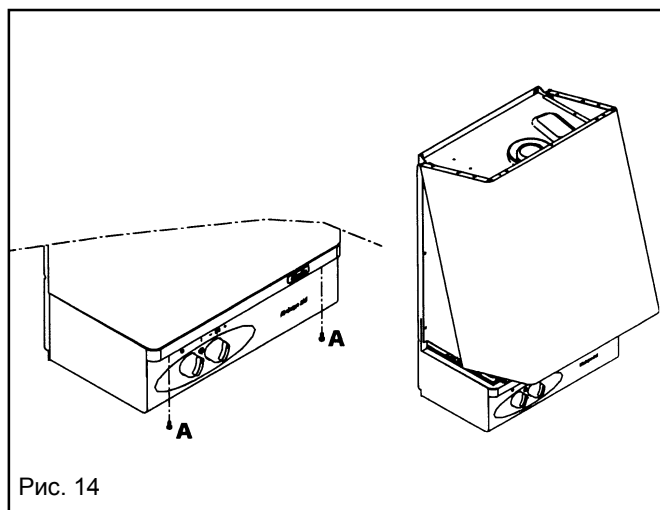

Рис. 14
- отверните 2 винта А (рис. 14);
- сдвиньте вперед кожух (рис. 14);